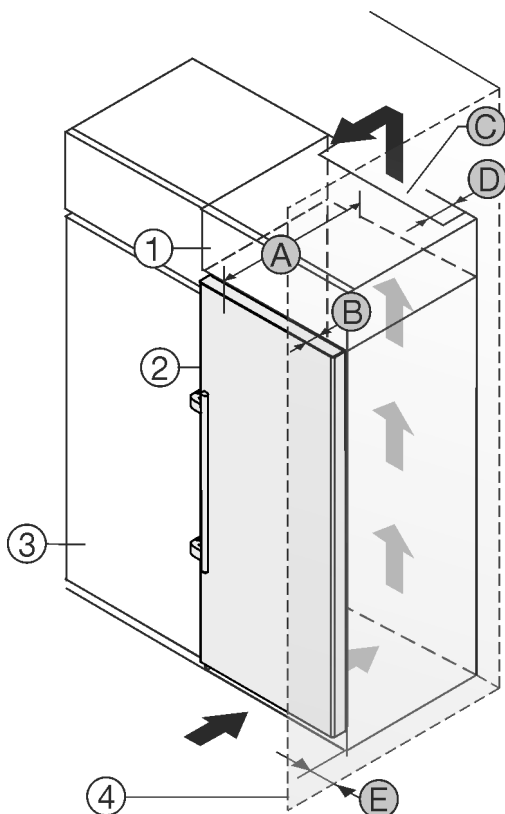

Fig. 2
- (1) Nástavná skříňka \*
(2) Přístroj \*
(3) Kuchyňská skříň \*
(4) Stěna \*
(5) Hloubka přístroje \*
(6) Hloubka dveří \*
(7) Ventilační průřez \*
(8) Vzdálenost zadní strany přístroje \*
(9) Vzdálenost k zadní straně přístroje \*
Můžete přístroj nainstalovat přímo vedle kuchyňské skříňky Fig. 2 (3).\*
Na zadní straně nástavné skříňky musí být větrací šachta hluboká Fig. 2 (7) přes celou šířku nástavné skříňky.\*
Pod stropem místnosti musí být dodržen ventilační průřez Fig. 2 (7).\*
Když přístroj instalujete závěsy vedle stěny Fig. 2 (4), musí být vzdálenost mezi přístrojem a stěnou minimálně 57 mm . To odpovídá přesahu madla při otevřených dveřích.\*
Aby bylo možné dvířka plně otevřít, musí přístroj přesahovat o hloubku dveří Fig. 2 (6) vůči přední linii kuchyňské skříňky. V závislosti na hloubce kuchyňských skříněk Fig. 2 (3) a použití vymezovačů odstupu od stěny může přístroj vyčnívat dále.\*